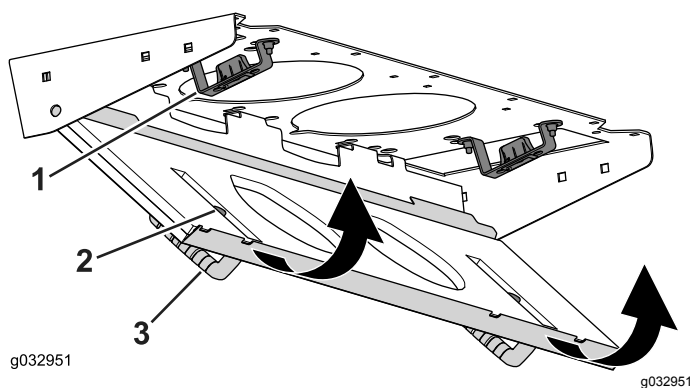

Рисунок 144
4. Поверните сетчатый фильтр вокруг монтажных лепестков так, чтобы защелка зафиксировалась в креплении защелки в сборе (Рисунок 144).